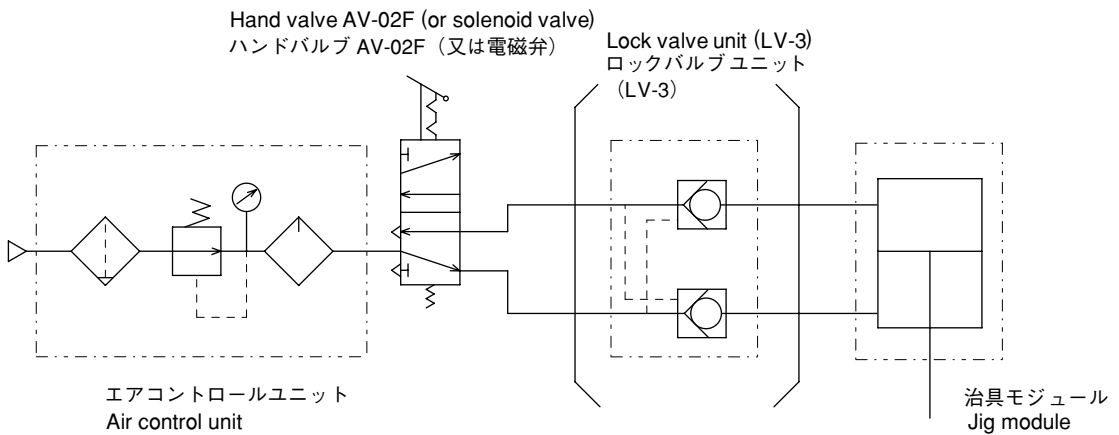

Fig.4-5 空圧配管図 Air Piping Diagram
- ⑥空圧配管図の一例をFig.4-5に示します。
- ⑥A sample of air piping drawing is shown in Fig. 4-5.